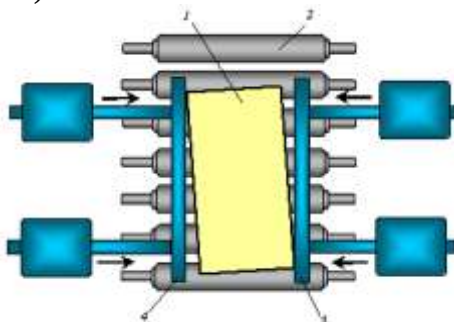

Рис. 1 - Манипулятор: 1 — прокатываемая полоса; 2 — рольганг; 3, 4 — линейки манипулятора
*Манипулятор* предназначен для передвижения металла по роликам рольганга параллельно их бочке с целью последующего правильного направления металла в рабочие валки. Одновременно с этим линейки манипулятора выпрямляют прокатываемую полосу (блوم, сляб, заготовки), если она искривилась при прокатке (рис.1).